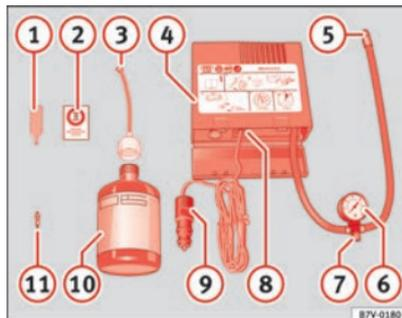

Fig. 178 Représentation standard : contenu du kit anticrevaion.
Le kit anticrevaillon se trouve dans le coffre à bagages, sous le revêtement de plancher. Il inclut les composants suivants ⇒ fig. 178 :
- Dévissez l'obus de valve du pneu avec l'outil correspondant ⇒ fig. 178 ① et placez-le sur une surface propre.
- Agitez fortement la bouteille de produit de colmatage des pneus ⇒ fig. 178 ⑩ pendant quelques secondes.
- Vissez le tuyau de gonflage ⇒ fig. 178 ③ fermement sur la bouteille du produit de colmatage dans le sens des aiguilles d'une montre. Le plombage du goulot de la bouteille est automatiquement transféré.
- Retirez le bouchon du tuyau de remplissage ⇒ fig. 178 ③, puis vissez l'extrémité ouverte du tuyau sur la valve du pneu.
- Revissez l'obus de valve avec l'outil correspondant ⇒ fig. 178 ① sur la valve du pneu.
- Vissez fermement le tuyau de gonflage du pneu ⇒ fig. 178 ⑤ du compresseur sur la valve du pneu.
- Vérifiez si la vis d'évacuation d'air ⇒ fig. 178 ⑦ est serrée.
- Branchez le connecteur ⇒ fig. 178 ⑨ à une prise de courant de 12 volts du véhicule ⇒ page 138.
- Raccordez le compresseur d'air au commutateur ON/OFF ⇒ fig. 178 ⑧.
- Maintenez le compresseur d'air en marche jusqu'à atteindre de 2,0 à 2,5 bars (29-36 psi/200-250 kPa) ⇒ ⚠. **Temps de fonctionnement maximal de 8 minutes** ⇒ ⑩.
Revissez le tuyau de gonflage ⇒ fig. 178  et vérifiez la pression du manomètre .